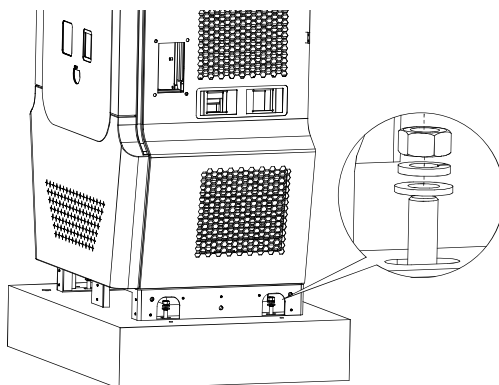

Abbildung 15. Verschraubung der EVSE
3) Bringen Sie 4 Unterlegscheiben und 4 Muttern (je 2) an den 4 M12-Gewindestangen an. Siehe Abbildung 15.